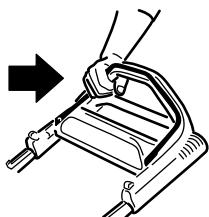

Рисунок 13
2. Удерживайте штангу управления ножом прижатой к рукоятке (Рисунок 13).